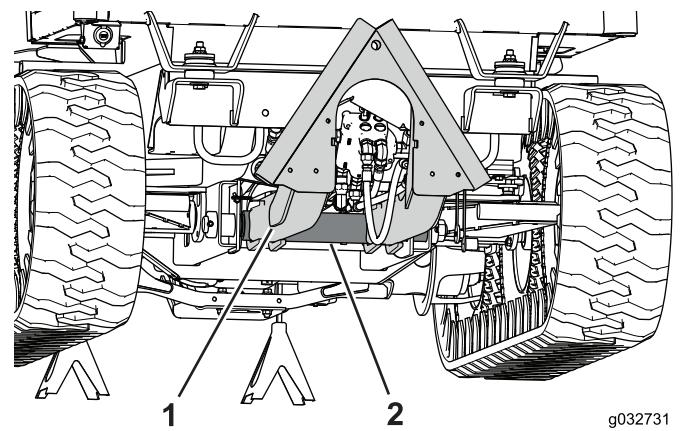

Рисунок 105
3. Расположите напольный домкрат под точкой поворота навесного оборудования в сборе и поднимите переднюю часть рамы так, чтобы средние колеса отклонились назад и почти касались задних колес (Рисунок 105).